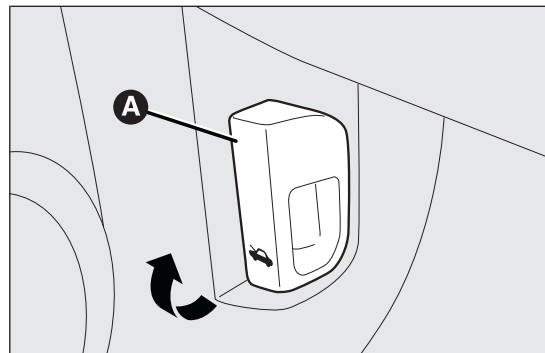

fig. 82
- ☐ tirar de la palanca A fig. 82 en el sentido indicado por la flecha;